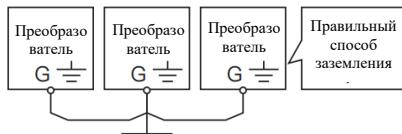

Рис. 1-1 (подключение к одной точке)
- ▲ В целях безопасности клемма заземления преобразователя должна быть надежно заземлена. Во избежание воздействия помех общего сопротивления заземления заземление нескольких преобразователей следует выполнять в одной точке, как показано на рис. 1-1.